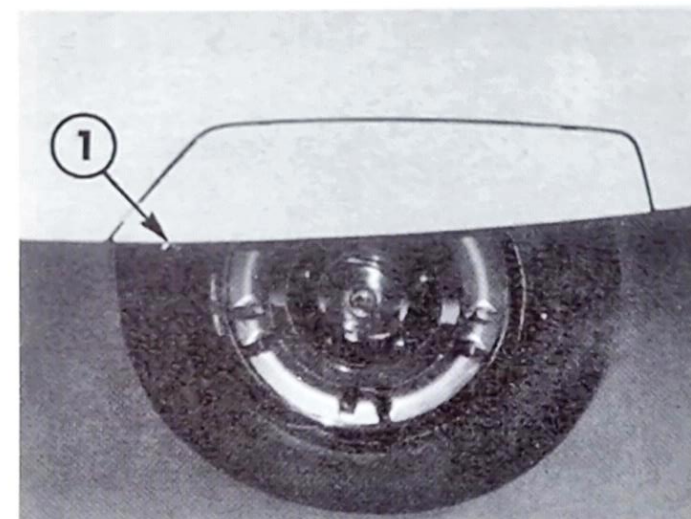

Fig. 30 - Démontage du volet amovible
*Démonter le volet amovible du passage de roue en tirant sur la commande de verrouillage (Rep. 1 - Fig. 30).*